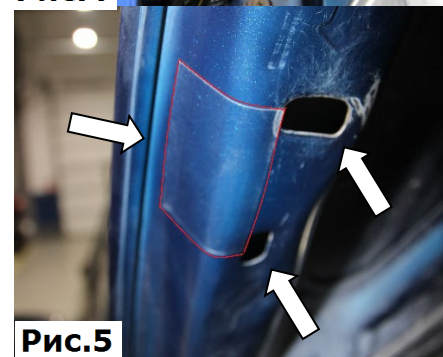

Рис.5
7. С пассажирской стороны наклеить защитную пленку между технологических отверстий в капоте, как показано на рисунке (Рис.5).